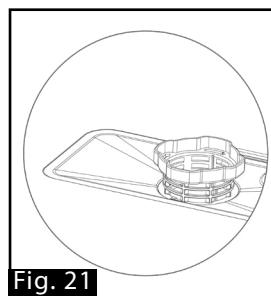

Fig. 21
2. Retire al mismo tiempo el filtro de acero inoxidable (Fig. 21).